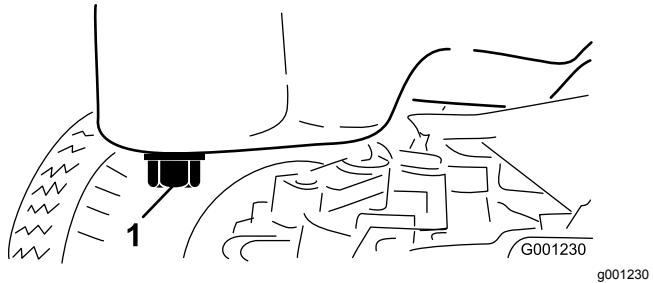

Figura 49
3. Coloque um recipiente de drenagem debaixo do recipiente do óleo e alinhe-o com o tampão de escoamento (Figura 49).